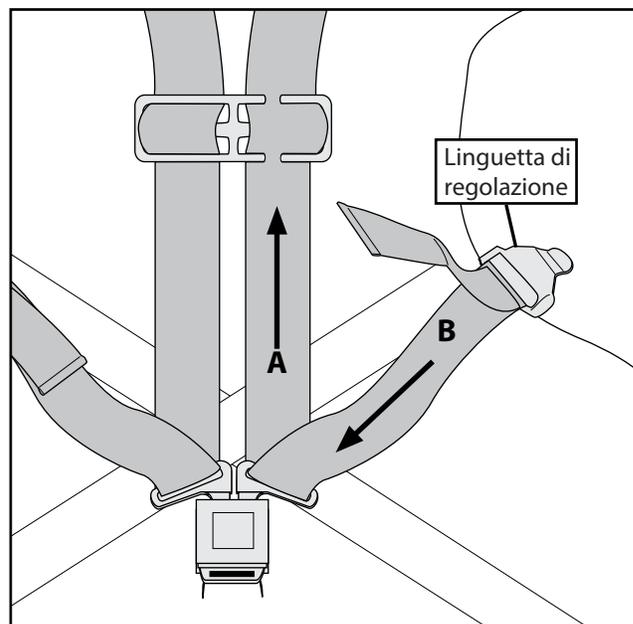
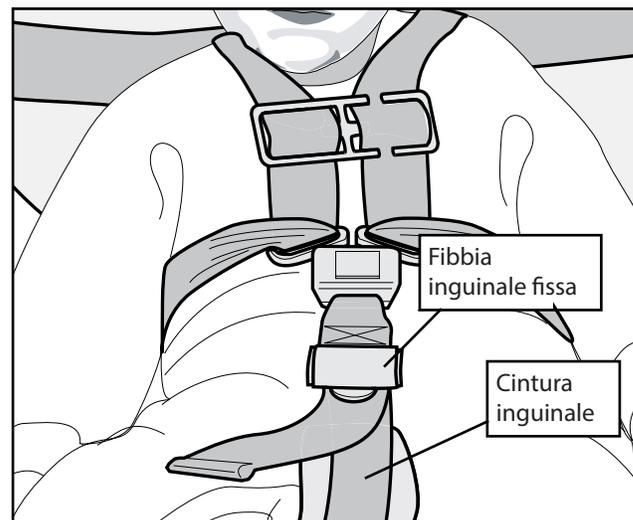

Figura 7 - Allentare le cinture
Figura 8 - Allentare la cintura inguinale
1. Tenere la linguetta di regolazione (figura 7) con una mano e far scorrere la cintura del torace (B) al suo interno con l'altra.
2. Tenere ferma la fibbia centrale con una mano e allentare la cintura per la spalla (A) con l'altra, tirandola verso l'alto.
4. Per allentare la cintura inguinale, tenere la linguetta di regolazione con una mano e tirare verso il basso la porzione di cintura che poggia sul corpo (figura 8).